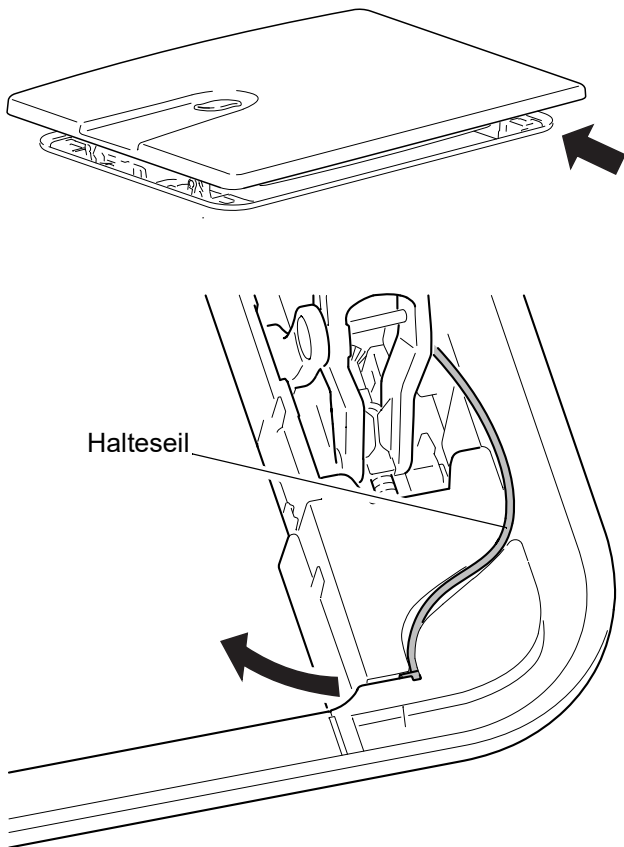

Abb. 804
3. Halteseil (Abb. 804) aus der Halterung aushängen. Den Lukendeckel dabei so dicht wie möglich am Rahmen halten um das Aushängen des Halteseils zu erleichtern.
1. Halteseil (Abb. 804) in die Halterung einhängen.